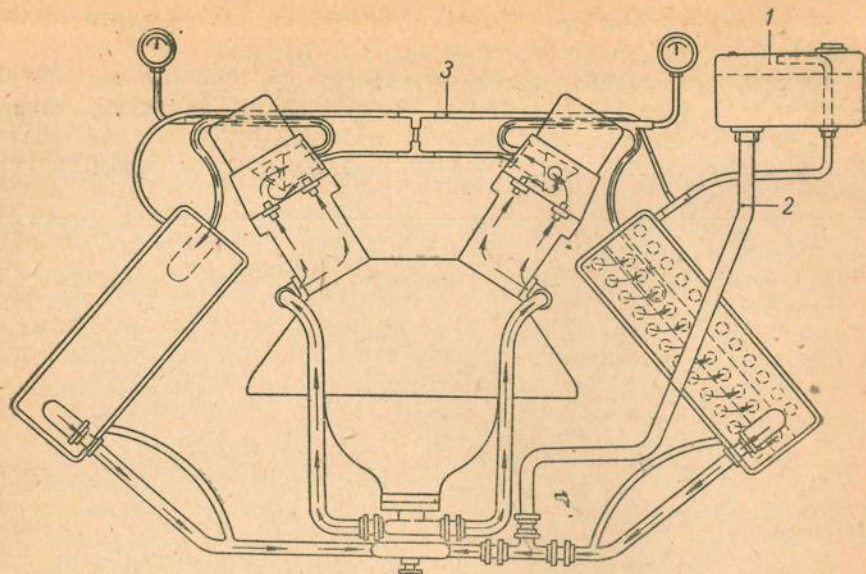

Рис. 38. Система охлаждения
(рис. 38—39)
3. Снять наливную трубу 2 (рис. 38), для чего: